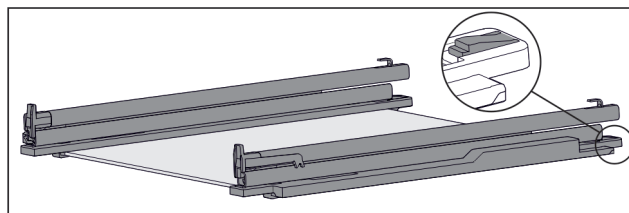

Fig. 120 Стекланная пластина с направляющими и крепежными элементами
- Крепежный элемент сзади прижмите вниз (см. Fig. 120) и одновременно отодвиньте направляющую назад.